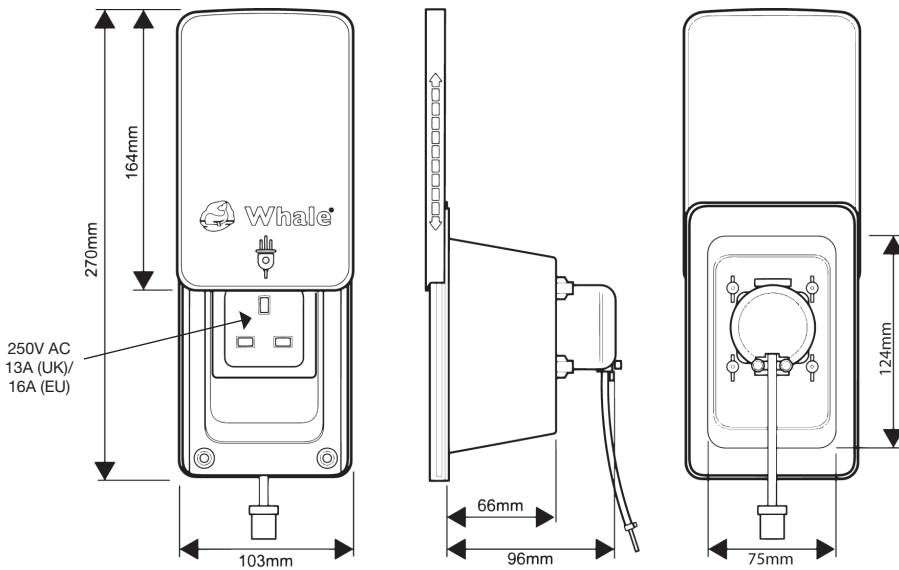

Figure 6. Mains Electric Out Socket Dimensional Drawings
- Ⓓ **Abbildung 6. Maßzeichnungen für die Stromanschlussdose**
- Ⓕ **Figure 6. Schémas de principe de la prise de réseau d'alimentation électrique**
- Ⓔ **Fig. 6. Dibujo dimensional de la toma de corriente eléctrica de salida**
- Ⓖ **afb. 6. stroomuitlaat stopcontact, tekening met afmetingen**
- Ⓒ **Bild 6. Elnätuttag, dimensionsritningar**